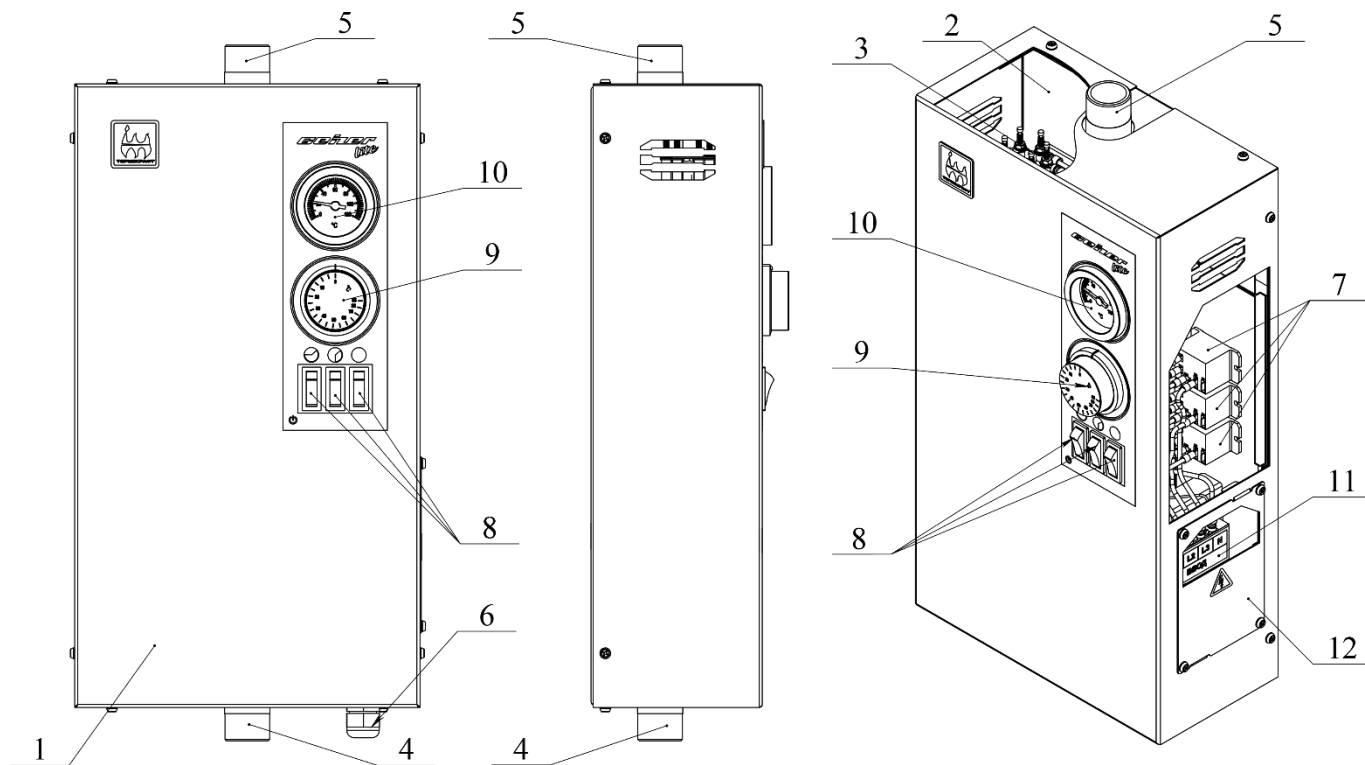
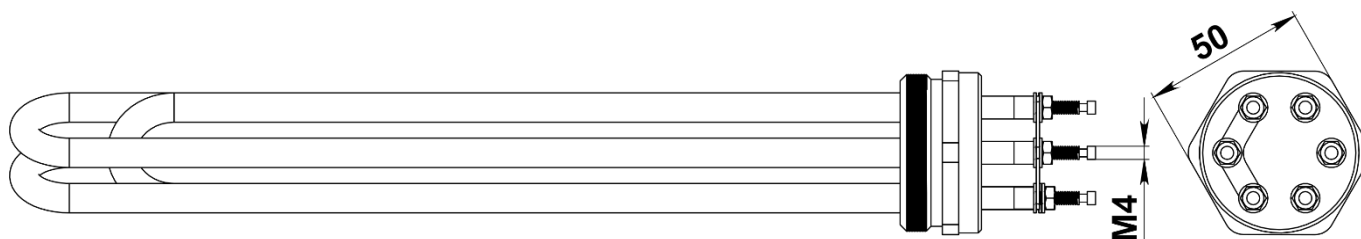

Рис. 1 Устройство водонагревателя
Рис. 2 Блок трубчатых электронагревателей (ТЭНб)
Внутренний корпус электроводонагревателя представляет собой стальной резервуар, обернутый теплоизоляционным материалом, с подающим и обратным патрубками (Рис.1 поз. 4,5), предназначенными для присоединения котла к системе отопления.
Сверху к резервуару приварена муфта, куда на резьбе вкручен блок трубчатых электронагревателей (ТЭНы) (Рис.1 поз. 3). Блок ТЭНов (Рис. 2) предназначены для нагрева теплоносителя в системе отопления. ТЭНб представляет собой фланец с наружной резьбой, в который герметично запрессованы трубчатые электронагреватели с резьбовыми выводами (М4). Фланец имеет трубную цилиндрическую резьбу по ГОСТ 6357-81 G 1½” и шестигранник под ключ (50мм).
Снаружи корпус котла закрыт декоративным кожухом (Рис. 1 поз. 1).
В верхней части электроводонагревателя на панели котла смонтирован блок управления. В нем установлены клавишные выключатели (Рис.1 поз. 8), электромагнитные реле (Рис.1 поз. 7), капиллярный термометр (Рис.1 поз. 10) и терморегулятор (Рис.1 поз. 9), управляющий работой котла.
Отсек монтажной колодки расположен сбоку в нижней части котла. В данном отсеке производится подключение электроводонагревателя к питающей сети. Для подключения к сети не нужно разбирать корпус котла, достаточно снять лючок отсека подключений (Рис. 1 поз. 12).
При включении первого клавишного выключателя (Рис. 1 поз.8) в положение «ВКЛ» подается питание на электромагнитное реле - подключается первая ступень мощности блока ТЭНов (Рис. 1 поз. 3).
- Снять лючок отсека подключений (Рис.1 поз. 12), предварительно выкрутив винты крепления;